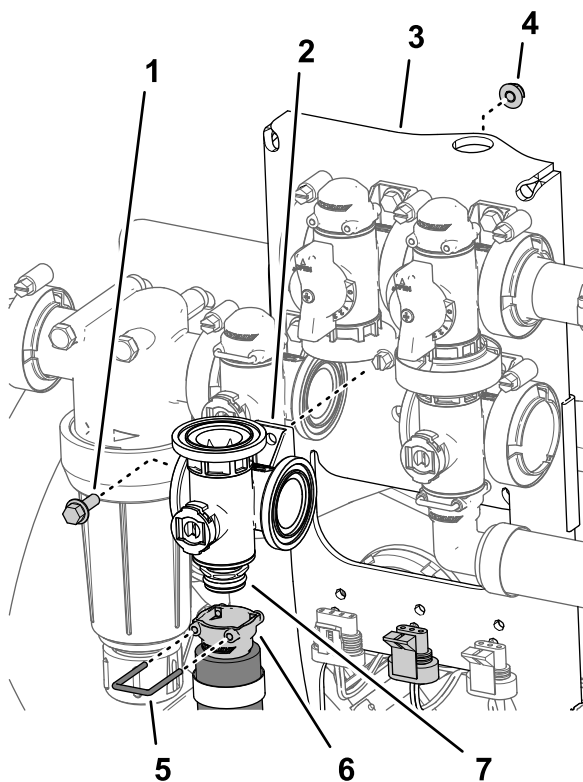

Bild 116
- Entfernen Sie den Halter, mit dem die Schnelltrennbuchse an der Schnelltrennkupplung des Verteilers für das Rührwerkventil befestigt ist (**Bild 116**).
- Entfernen Sie die Bundkopfschraube ($\frac{1}{4}$ " x $\frac{3}{4}$ ") und Sicherungsbundmutter ($\frac{1}{4}$ "), mit denen das Rührwerkventil an der Ventilbefestigung befestigt ist, und entfernen Sie den Ventilverteiler von der Maschine (Bild 116).